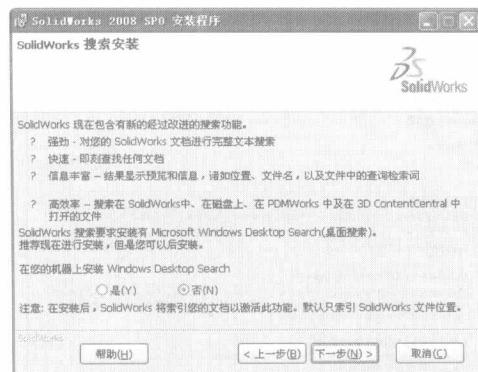

图 1-5 【SolidWorks 搜索安装】对话框
(5) 在【SolidWorks 序列号】文本框中输入注册码, 然后单击【下一步(N)>】按钮, 进入【SolidWorks 搜索安装】对话框, 如图 1-5 所示。